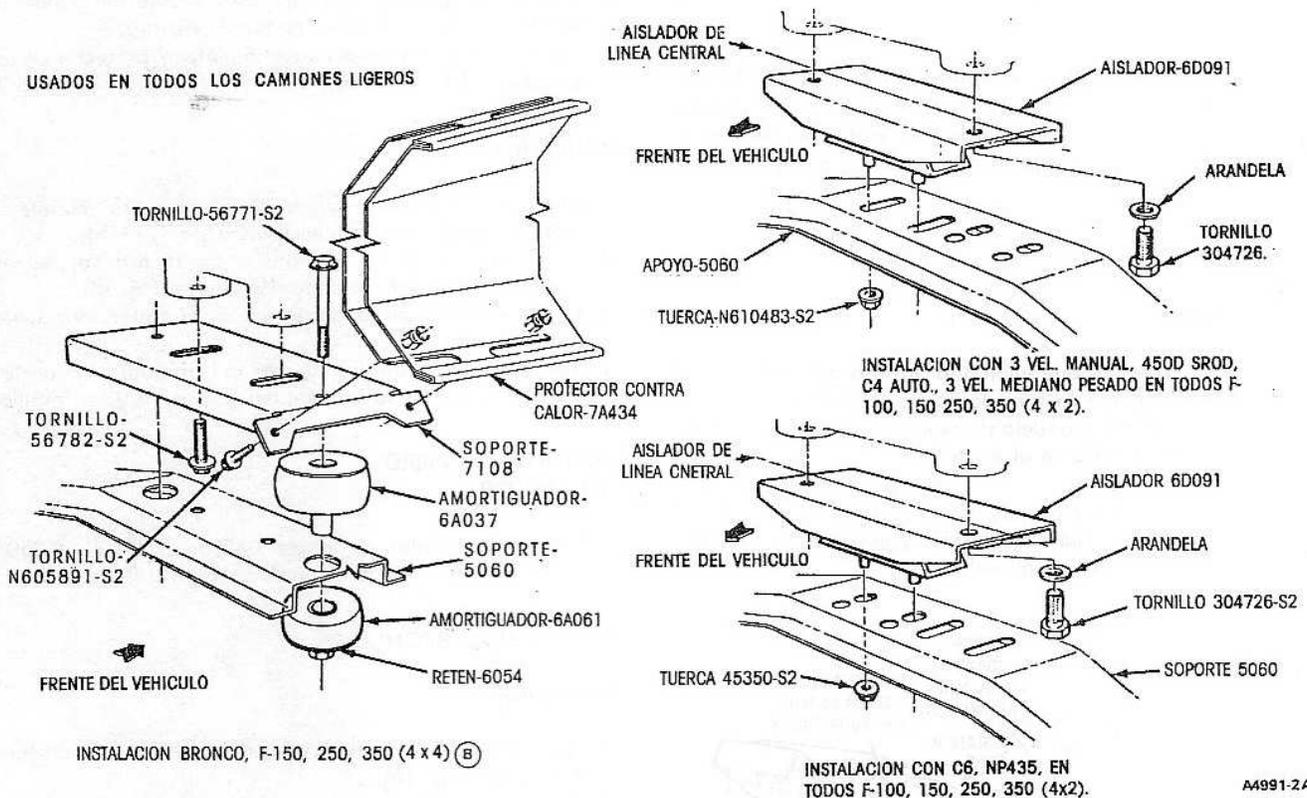

Fig. 10. Soporte Trasero de Motor—F-100-F-150
Los procedimientos dados se aplican a F-100, F-250 y Bronco y E-100 — E-250 de montaje central (Figs. 10 y 11).
1. Quite el tornillo y contratuerca de sujeción del aislador al travesaño (Fig. 10).
1. Coloque el aislador y el retén del soporte en el cubierta de extensión de la transmisión (Fig. 10).